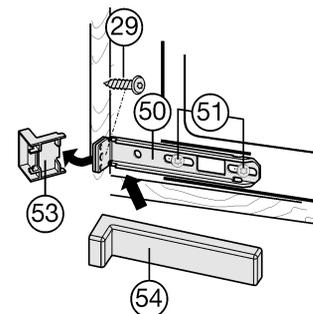

Fig. 17
- ▶ Schrauben *Fig. 17 (51)* etwas lockern.
- ▶ Unteren Befestigungswinkel *Fig. 17 (50)* mit Spanplattenschraube *Fig. 17 (29)*  $\varnothing 4 \times 19$  an der Möbelwand festschrauben.
- ▶ Das überstehende Ende der Abdeckung *Fig. 17 (53)* abbrechen. Es wird nicht mehr benötigt.
- ▶ Schrauben *Fig. 17 (51)* festziehen.
- ▶ Abdeckung *Fig. 17 (54)* auf den unteren Befestigungswinkel *Fig. 17 (50)* aufsetzen.